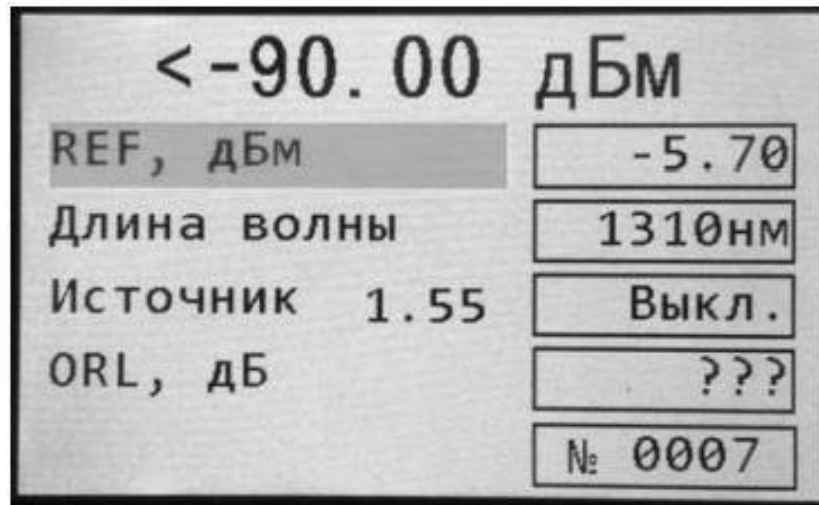

Рисунок 3.1 – Режим «РУЧНОЙ»
1) Включите тестер–рефлектометр в режим измерения оптической мощности (ТЕСТЕР → РУЧНОЙ), снимите защитный колпачок с входа измерителя оптической мощности. Выберите разные шкалы измерения (Вт, дБ, дБм) и разные длины волн. Для изменения значения единиц измерения нужно в режиме тестера (рисунок 3.1) переместиться на вторую строку дисплея, и последовательным нажатием кнопки ◀ выбрать требуемую единицу измерения.